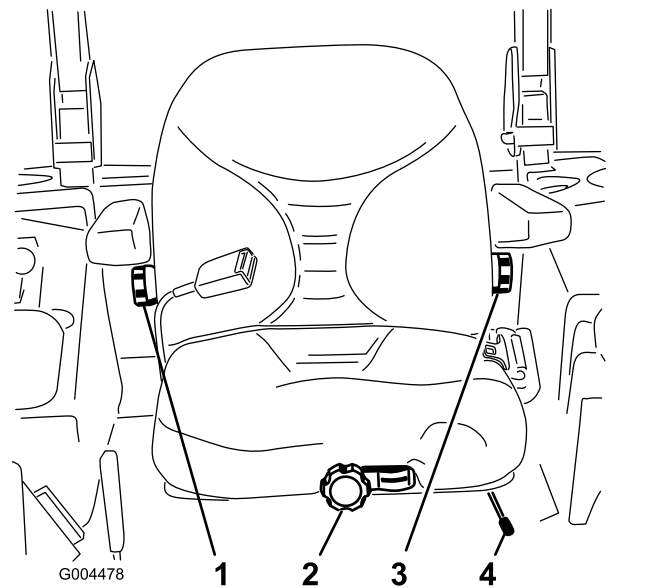

图13
1. 要调整座椅请横向移动控制杆打开座椅的锁定 图13。
未坐在座椅上时可向方任一方向旋动旋钮以提供最佳的舒适性 图13。
要调节座椅靠背可向任一方向旋动位于右侧扶手下方的旋钮以提供最佳的舒适性 图13。
要调节座椅靠背可向任一方向旋动位于左侧扶手下方的旋钮以提供最佳的舒适性图13。